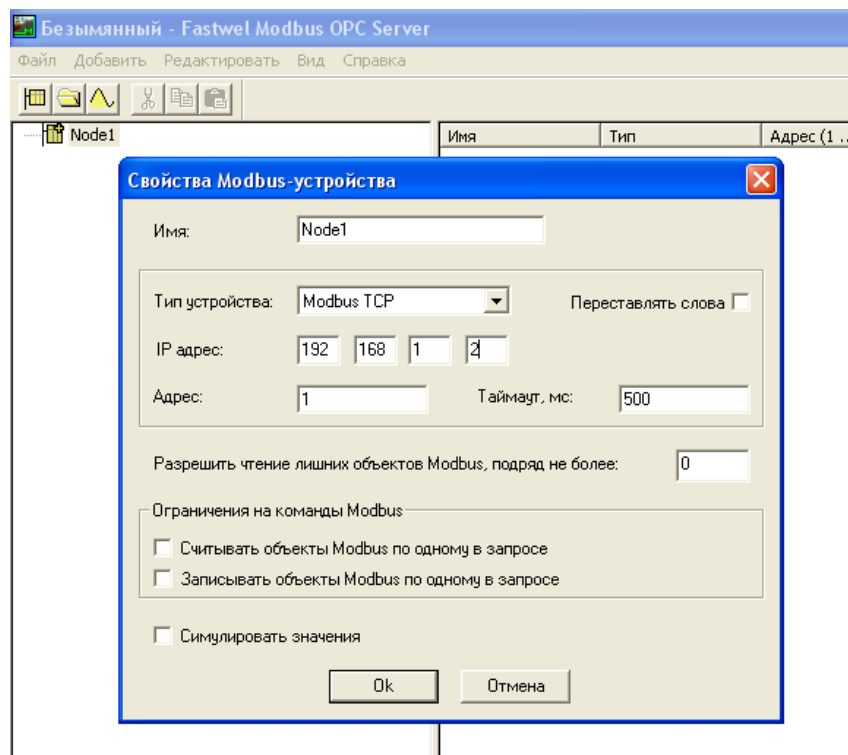

Рис. 33. Редактирование конфигурации удаленного устройства Modbus
2.10.3. При этом откроется окно программной настройки параметров устройства, как показано на рис.33. Оно подразумевает конфигурирование программного объекта, представляющего в сервере реальное физическое устройство. Выбрать тип устройства ModbusTCP и заполнить его параметры: